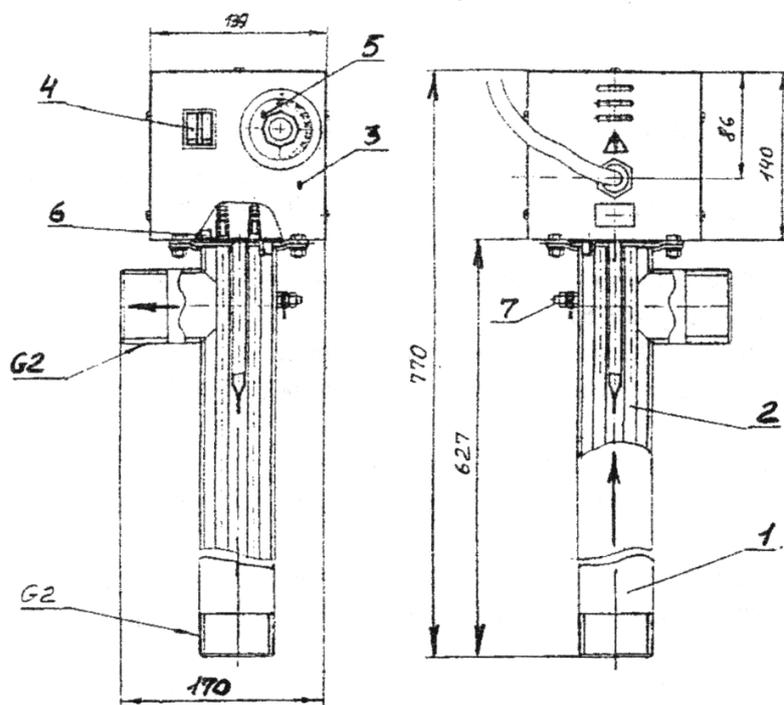
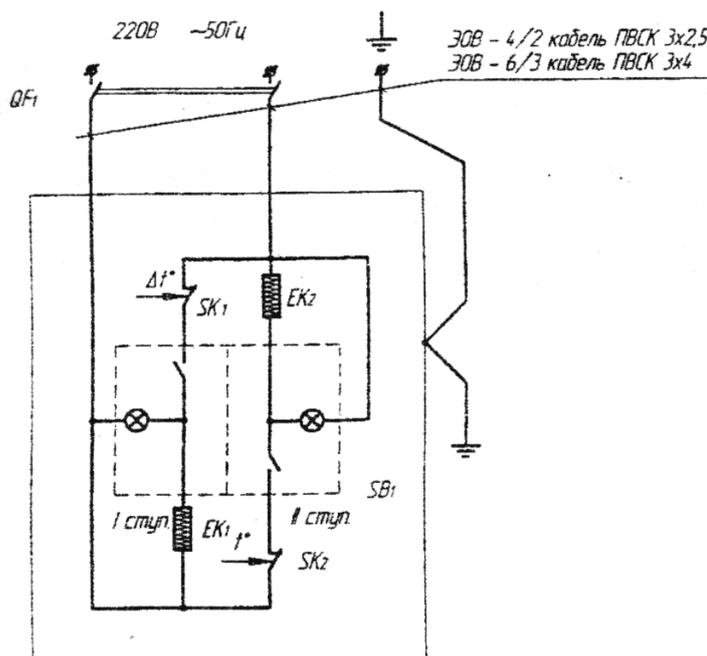

Рис. 1. Электрический отопительный котел ЭОВ iten 4/2, ЭОВ iten 6/3
Рис. 2. Электрический отопительный котел ЭОВ iten 4/2, ЭОВ iten 6/3
5.1 Устройство электрокотла показано на рис.1, принципиальная электрическая схема электрокотлов ЭОВ iten 4/2, ЭОВ iten 6/3 - на рис. 2, электрокотла ЭОВ iten 9/4,5- на рис.3.